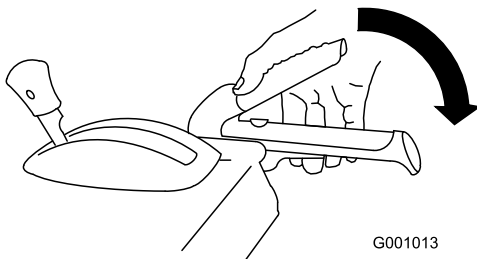

Bild 36
1. Drücken Sie zum Einkuppeln des Räumwerk- bzw. Antriebsradantriebs den rechten Hebel (Räumwerk/Antriebsrad) zum Handgriff (Bild 36).